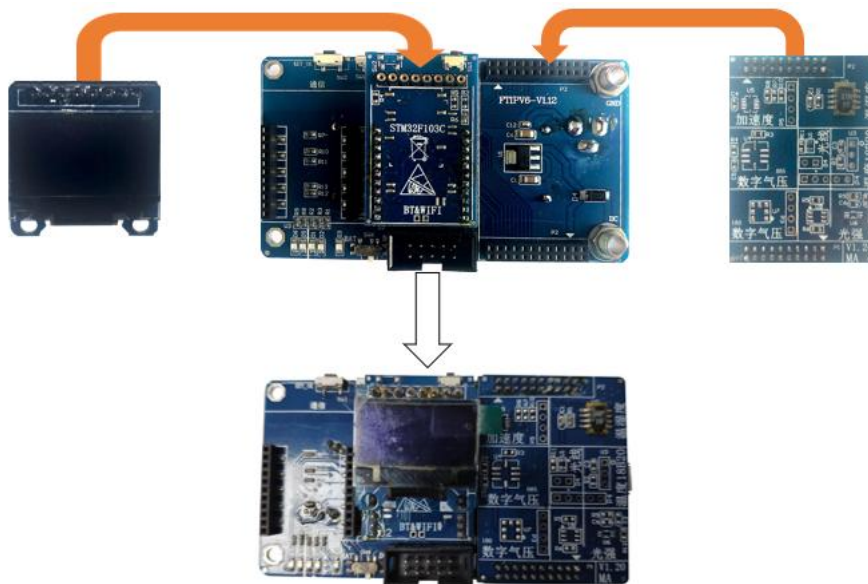

图 1-17 将传感器插入到开发板，OLED 模块插到 STM23 模块
- 1) 将传感器正确插入 STM32 开发板传感器接口，OLED 显示模块插到 STM32 模块上，如图 1-17 所示。